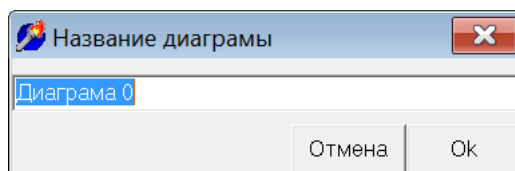
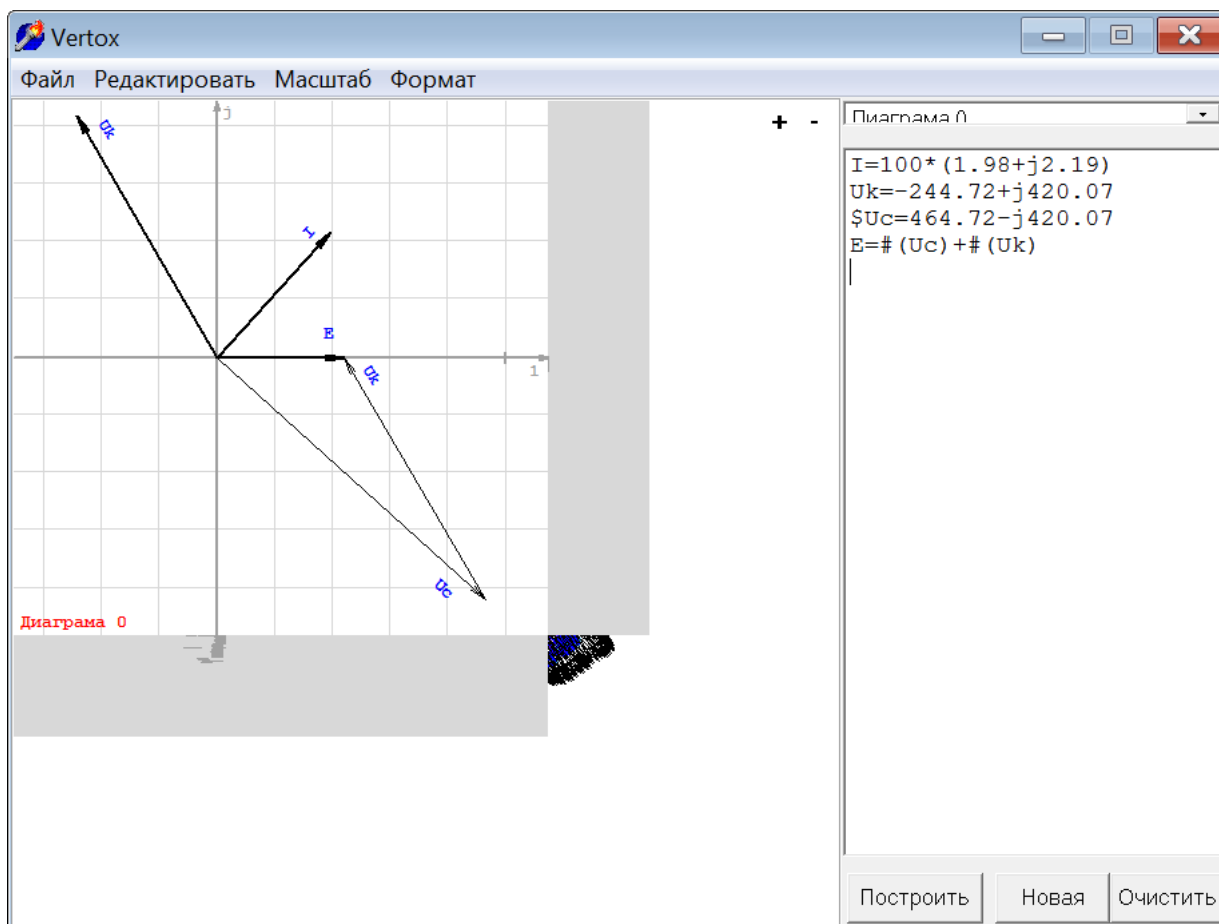

Рис. 15
Рис. 16
1. После запуска программы кликаем кнопку «Новая». В открывшемся окне (рис. 15) присваиваем диаграмме имя (по умолчанию – Диаграмма0). На рабочем поле программы появляется изображение комплексной плоскости с координатной сеткой (рис. 16).
комплексы векторов, которые нужно построить. После ввода программного кода кликаем кнопку «Построить» и в окне «Диаграмма» получаем готовую диаграмму (рис. 16), которую можно сохранить в файл, а также поместить скриншот экрана с диаграммой в документ Word.